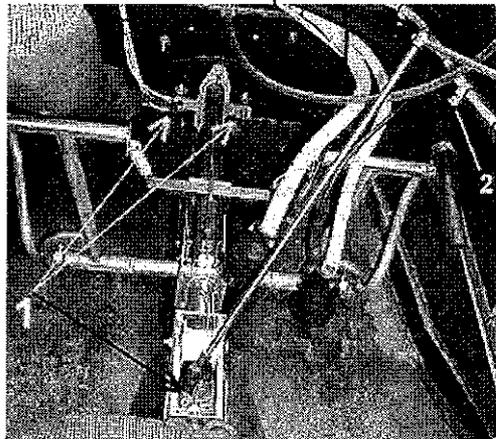

Fig. 1
- 6a. Svitare i dadi e le rondelle di fissaggio (part. 1 in fig. 1): 2 davanti al cassetto portaoggetti, 2 sulla STA600. Sfilare i cavi di massa.
- 6b. Rimuovere le fascette di fissaggio delle tubazioni aria calda in cabina e svitare le fascette di fissaggio della treccia alla fusoliera (part. 2, in fig. 1).
- 6a. *Unfasten the bolts and washers (item 1, fig. 1): 2 before the small items box on the cabin floor, 2 on bulkhead STA600. Disconnect the ground cables.*
- 6b. *Remove the clips that secure the cabin heating air duct and unscrew the crimps that fasten the electric harness to the fuselage (item 2, fig. 1).*
<p>10q. Riposizionare e fissare i connettori dell'impianto elettrico nelle posizioni annotate durante lo smontaggio. Assicurarci che il pin n. 1 sia posizionato in alto.</p> <p>10r. Rialloggiare e fissare il sensore OAT.</p> <p>10s. Passare i cavi di alimentazione motorino di avviamento attraverso la STA600, farli passare lungo il lato destro del musetto e fissare il positivo alla bobina ed il negativo alla barra delle masse rispettivamente.</p> <p>10t. Fissare il fascio di cavi/tubi lungo il lato sinistro di fusoliera e sulla parte centrale della STA600.</p> <p>10u. Passare il tubo della pressione dinamica attraverso il passa paratia della STA600.</p> <p>10v. Fissare i 3 cavi di massa al bullone anteriore sinistro di fissaggio dell'assieme pedaliera all'ordinata STA600 (part. 1 in fig. 1).</p> <p>10w. Fissare il condotto aria calda in cabina sotto la presa NACA di prua con una fascetta metallica. Fissarlo al lato sinistro di fusoliera, facendolo passare al di sopra della treccia elettrica.</p> <p>10x. Collegare i connettori nel vano batteria (pin n. 1 in alto) e riposizionare la batteria facendo passare il tubo di sfiato nell'apposito foro sul fondo del musetto.</p> <p>10y. Far passare i connettori elettrici e i cavi antenna da collegare al pannello strumenti attraverso i fori alla base del tettuccio.</p> <p>10z. Installare il pannello strumenti seguendo la procedura descritta nel Manuale di Manutenzione applicabile, capitolo 25.</p> <p>10aa. Collegare la batteria e chiudere il coperchio del vano batteria.</p>	<p>10q. Fasten the electric connectors in the same positions noted during disassembly (pin n. 1 must be on the upper side).</p> <p>10r. Fasten ... the OAT probe.</p> <p>10s. Pass the starter cables through bulkhead STA600, route them along the right hand side of the nose compartment and fasten the positive cable to the coil and the negative cable to the ground plate respectively.</p> <p>10t. Fasten the cable/tubes along the fuselage left hand side and on the central part of bulkhead STA600.</p> <p>10u. Pass the dynamic pressure tube through bulkhead STA600.</p> <p>10v. Fasten the 3 ground cables to the front left bolt that fastens the front pedal assy to bulkhead STA600 (item 1, fig. 1).</p> <p>10w. Fasten the cabin heating air duct underneath the front NACA air scoop with a clamp. Fasten it to the fuselage left hand side routing it above the electric harness.</p> <p>10x. Fasten the connectors (pin n. 1 on top) to the front (battery compartment) side of bulkhead STA600. Install the battery, passing the drain tube through the appropriate opening in the floor of the nose compartment.</p> <p>10y. Pass the electric connectors and antenna cables to be connected to the instrument panel through the holes at the canopy base.</p> <p>10z. Install the instrument panel following the procedure indicated in the applicable aircraft Maintenance Manual, chapter 25.</p> <p>10aa. Connect the battery and close the battery compartment.</p>